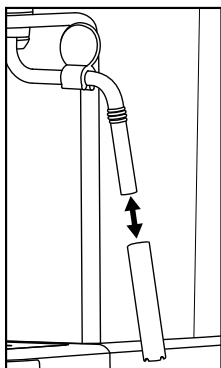

Figura 4
- 5) Retire a capa do espumador de leite 10 (figura 4) e limpe-a cuidadosamente com água quente.
- 7) Coloque novamente a capa sobre o bocal (figura 4).